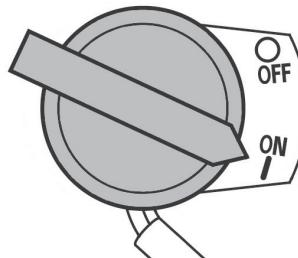

Рис. 33 Выключатель зажигания
6. Выключатель зажигания переведите в положение «ON» (Включено) (Рис. 33).
При возникновении аварийной ситуации, для экстренной остановки двигателя переведите выключатель зажигания двигателя в положение «OFF» (Выключено) (Рис. 33).
- Переведите выключатель зажигания в положение «OFF» (Выключено) (Рис. 33).